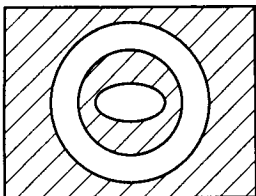

Рис. 7.10
**Normal** (Нормальний). Штрихування виконується від зовнішнього контуру всередину області. Якщо всередині області зустрічається замкнений контур, штрихові лінії на ньому закінчуються. Якщо є ще одне вкладення (контур усередині області містить у собі інший замкнений контур) процес штрихування поновлюється у межах нового вкладеного контуру і т.д. Таким чином, області, відділені від простору за межами зовнішнього контуру штриховки непарним числом контурів, штрихуються, а області, відділені парним числом контурів, – ні (рис. 7.10).